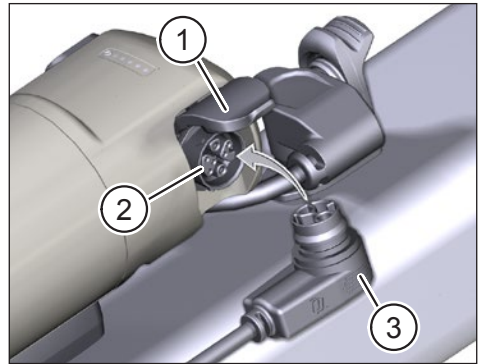

Abb. 9: Range Extender laden
- ▶ Klappen Sie die Abdeckung (Pos. 1 in Abb. 9) am Ladeport des Range Extender auf.
- ▶ Kontrollieren Sie, dass die Kontakte im Ladeport (Pos. 2 in Abb. 9) frei von Verschmutzungen sind und reinigen Sie diese bei Bedarf.
- ▶ Stecken Sie den Ladestecker (Pos. 3 in Abb. 9) des Ladegeräts in den Ladeport des Range Extender.